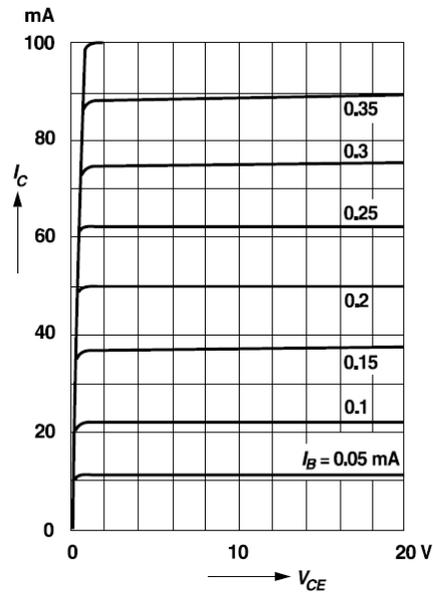

Abb. 3.2:
– Ermitteln Sie den Arbeitspunkt AP und zeichnen Sie ihn in Abb. 3.2 (Blatt 4) ein.
– Zeichnen Sie die statische Arbeitsgerade AGS in Abb. 3.2 (Blatt 4) ein.
- c) – Zeichnen Sie die dynamische Arbeitsgerade AGD in Abb. 3.2 (Blatt 4) ein. / 6